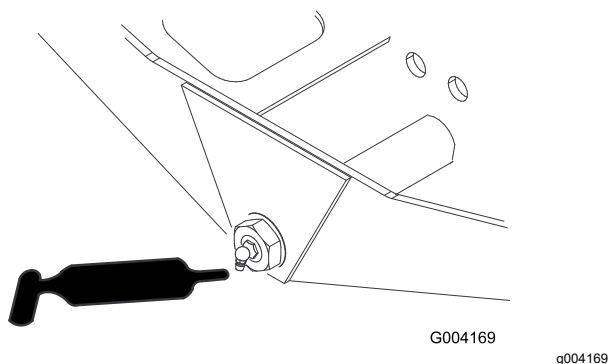

Figure 45
- Pivot de direction d'essieu (1) – Figure 45